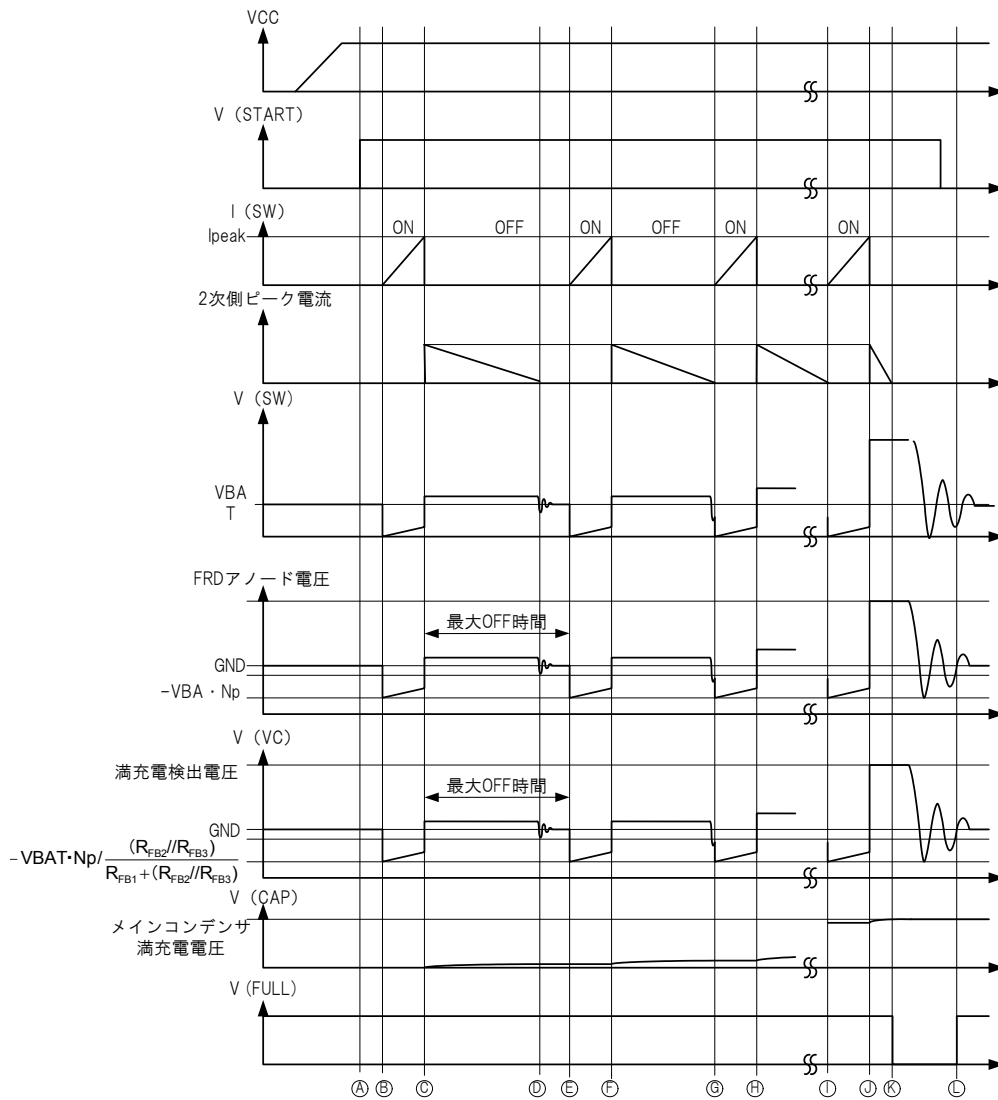
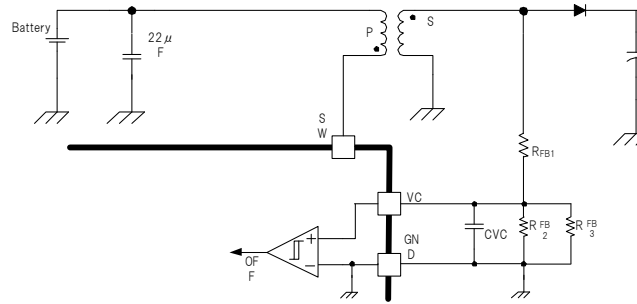

図 32. タイミングチャート 2 : スイッチング動作
図 34. VC 端子周り外付け部品
本 IC のスイッチング動作を図 32 のタイミングチャート 2 に示します。
START 端子を” H” とすると、内部回路が全てリセットされ内部 PowerTr を ON します (図 32. 時間④~⑥)。内部 PowerTr が ON する間 SW 端子には電流が流れ込み、RADJ 端子に接続された抵抗値で規定された電流に到達すると PowerTr を OFF します (図 32. 時間③)。PowerTr が ON している時間 t_{ON} は以下の式です。
また、Power Tr が ON している間、VC 端子電圧は以下の式のように、VBAT 電圧の S 巻対 P 巻差線比率倍を VC 端子の抵抗分圧した電圧が負側に発生します。(図.32 時間⑥⑦)
トランス 2 次側にエネルギーを放出し終わると VC 端子電圧及び SW 端子電圧は寄生容量とトランスのインダクタンスにより共振します (図 32. 時間ⓐ)。このとき VC 端子電圧が GND 電圧以下にならなかった場合は、最大 OFF 時間に到達するまで OFF し続けます (図 32. 時間ⓑ)。OFF 検出電圧以下になった場合は PowerTr をすぐに ON します (図 32. 時間ⓒ)。2 次側がエネルギーを放出している時間 t_{OFF} は以下の式になります。
内部 PowerTr が OFF している時間をモニタし、電気的特性に記載されている最大 OFF 時間より長い時間 OFF している場合に PowerTr を強制的に ON します。これは VC 端子電圧が OFF 検出電圧以上（ $\text{TYP}=65\text{mV}$ ）にならなかった場合に生じます（図 32.時間⑩参照）。
VC 端子はトランスの S 端子の FRD アノード側を図 34 の抵抗 R_{FB1} 、 R_{FB2} 、 R_{FB3} で分圧されており、VC 端子電圧が図 32 のタイミングチャート時間①～④のように満充電検出電圧に達すると FULL 端子が“H”→“L”となり、充電動作を停止します。